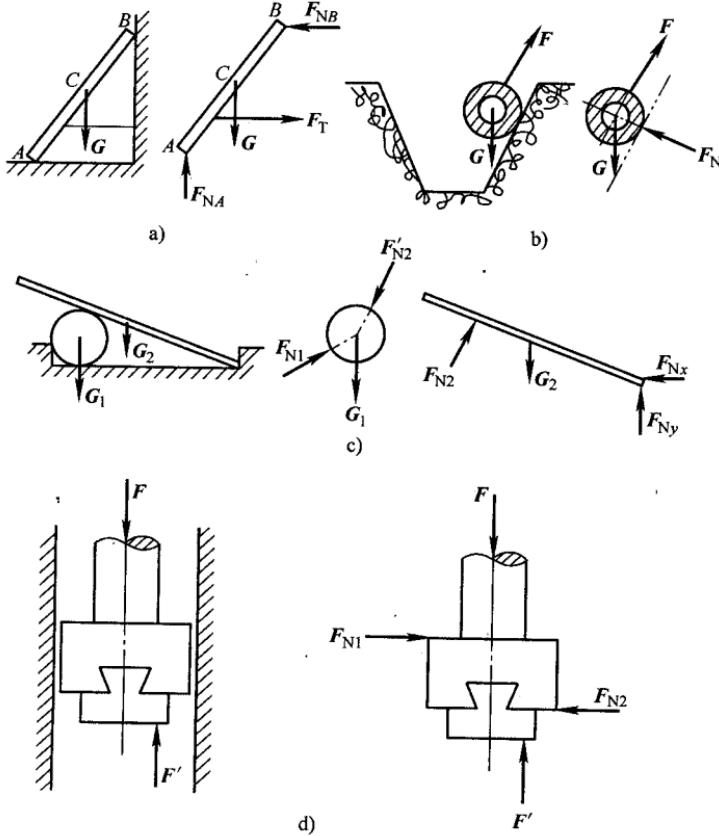

图 1-7 光滑面
**1-7** 试画出图 1-7 所示各受光滑面约束物体的受力图。